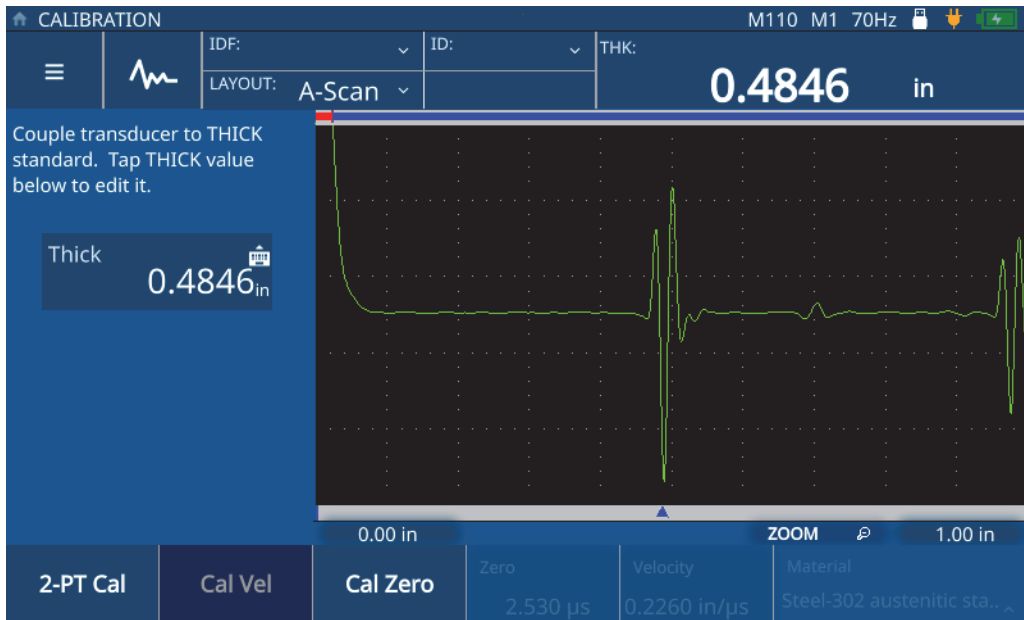

Figura 5-8 Calibración de la velocidad (Calibración de dos puntos)
4. Siga las instrucciones de calibración que se proporcionan en la pantalla, y acople la sonda sobre su muestra dotada de un espesor máximo conocido (ver Figura 5-8 en la página 53).